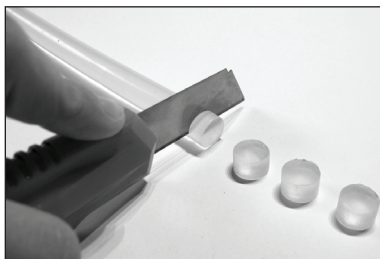

Fig.: 3
2.2.1.Se cortan los 4 soportes como rodajas gruesas de salchichón de la barra de plástico. Para ello se utiliza un cutter de hoja lisa. EL grosor debe ser de unos 7 mm Marcarlos exactamente y cortarlos de modo que los 4 tengan el mismo grosor y no estén al bias. Fig.3